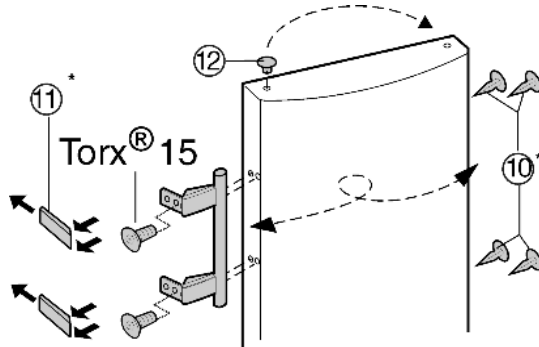

Fig. 8
- Enlever le bouchon Fig. 8 (12) du coussinet de la porte et le permuter de l'autre côté.
- Démontez la poignée de porte, le bouchon Fig. 8 (10) et les plaques d'appui Fig. 8 (11) puis les repositionner sur le côté opposé.